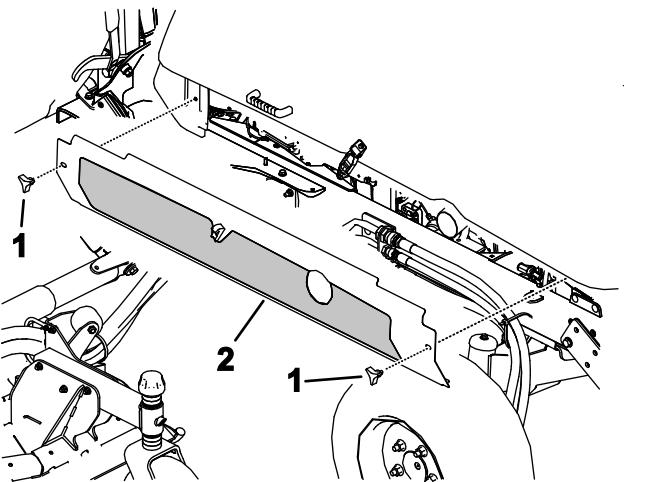

Figure 80
- Desserrez les boutons et déposez les deux tôles de protection latérales (Figure 80).
5. Reposez les tôles de protection latérales (Figure 80).